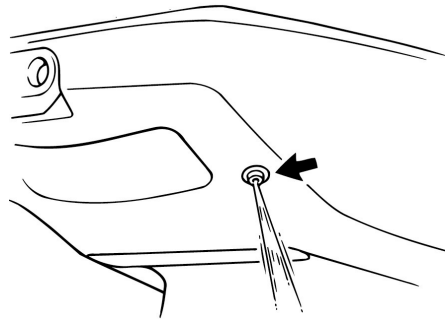

Рис. 36 Выход воды
- После запуска двигателя проверьте выход воды из системы охлаждения двигателя. Вода должна течь постоянно (Рис. 36).